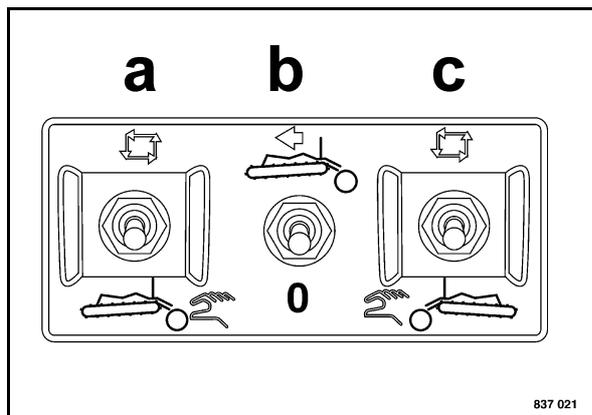

Fig. 100
- Attivare il funzionamento "Automatico" per i nastri trasportatori a sinistra b (Fig. 100) e a destra (c).